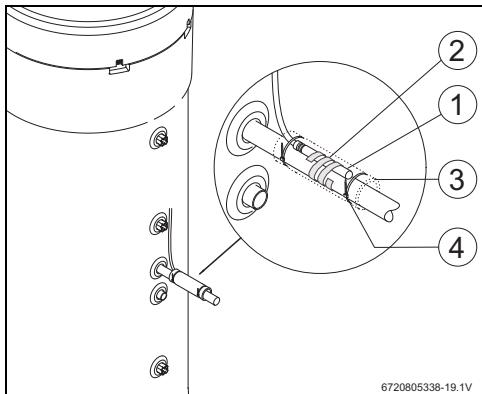

Fig. 12
- Colocar o sensor NTC do acessório [1] conforme indicado na Fig. 12.